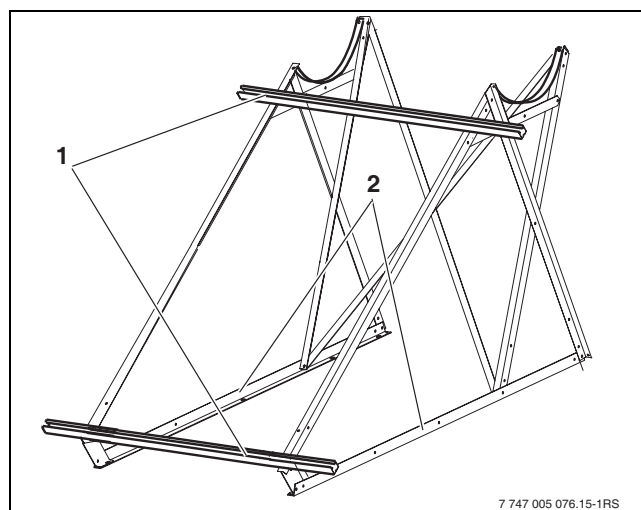

Fig. 15 Visser les rails profilés TP/CT
- Visser les rails profilés TP/CT (→ fig. 15, [1]) en haut et en bas au milieu aux rails profilés-capteur.
- Positionner les rails de support en bas (→ fig. 15, [2]) parallèlement les uns par rapport aux autres.